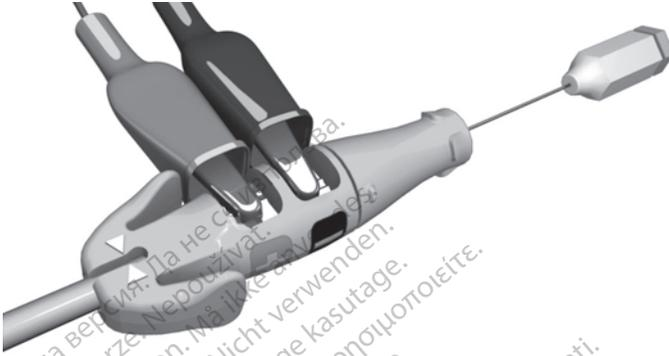

Abbildung 11. An der Messkappe befestigte PSA-Klemmen
- Verbinden Sie die Krokodilklemmen des PSA-Kabels mit den Federkontakten [Kathode (-), Anode (+)] der Messkappe. Durch die Verwendung der Messkappe wird der Anschlussstift vor einer Beschädigung durch die Krokodilklemmen geschützt und eine Überbrückung zwischen den Steckerkontakten vermieden. Befestigen Sie die Krokodilklemmen vollständig an den negativen und positiven Federkontakten, um ungenaue Elektrodenmessungen zu vermeiden (Abbildung 11 An der Messkappe befestigte PSA-Klemmen auf Seite 30).